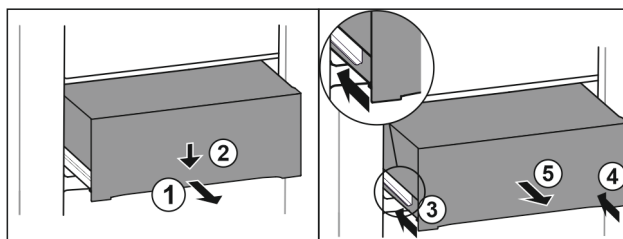

Fig. 113
- Wyciągnąć szufladę do połowy. Fig. 113 (1)
- Popchnąć szufladę z przodu w dół. Fig. 113 (2)
- Wsunąć lewą szynę o ok. 2 cm. Fig. 113 (3)
- Wsunąć prawą szynę o ok. 2 cm. Fig. 113 (4)
- Wyjąć szufladę do przodu. Fig. 113 (5)